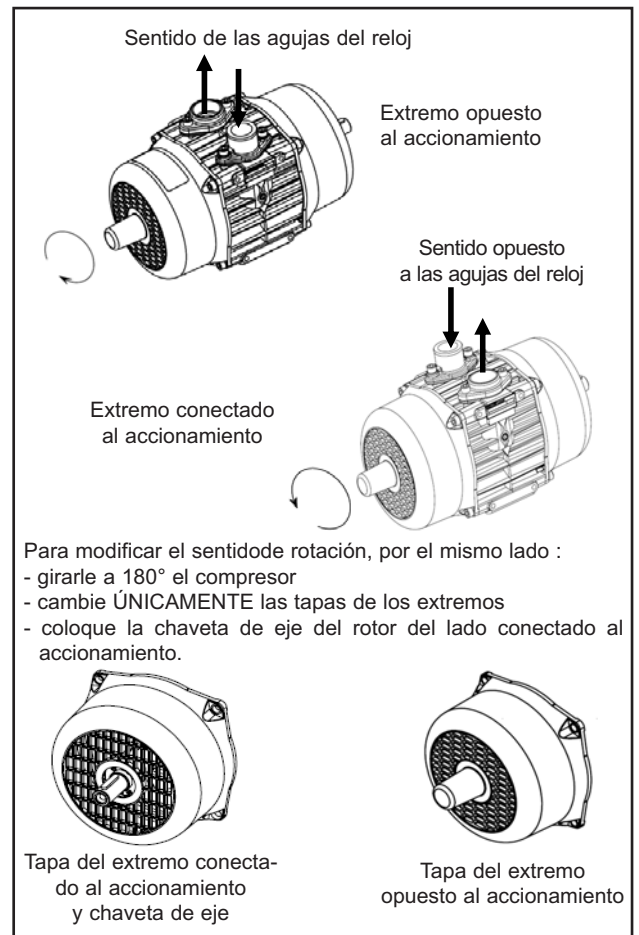

Figura 2
2. El accionamiento puede ser conectado a uno u otro lado del compresor, pero el eje de accionamiento DEBERÁ siempre estar horizontal, con una tolerancia de $\pm 5^\circ$; ver la figura 2.